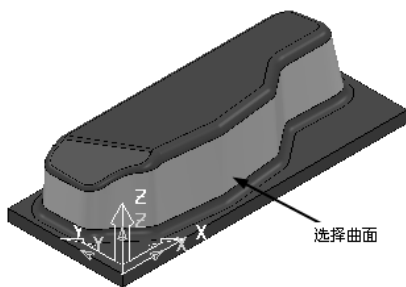

图 5-89 选择曲面 3
1) 在图形区选择图 5-89 所示的曲面,此时可选中“显示”复选框,单击“预览”按钮可查看图形区的走刀情况。